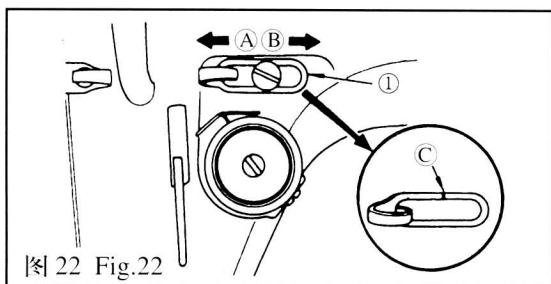

图 22 Fig.22
16. 挑线挑线量的调节(图 22)
16. ADJUSTING THE THREAD TAKE-UP STROKE (Fig.22)